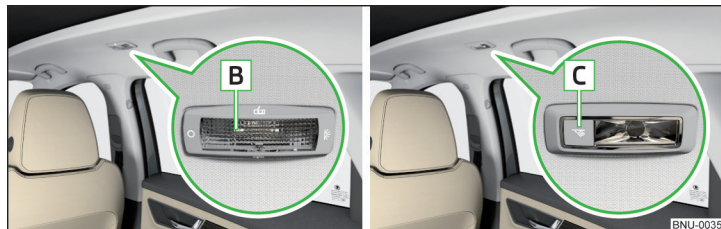

Fig. 71 Luz interior trasera: Variante 2 / Variante 3
**Variante 2 - Manejo (por movimiento del difusor [B] » fig. 71**
**Variante 3 - Conexión/desconexión (presionando el interruptor correspondiente) [C] » fig. 71**